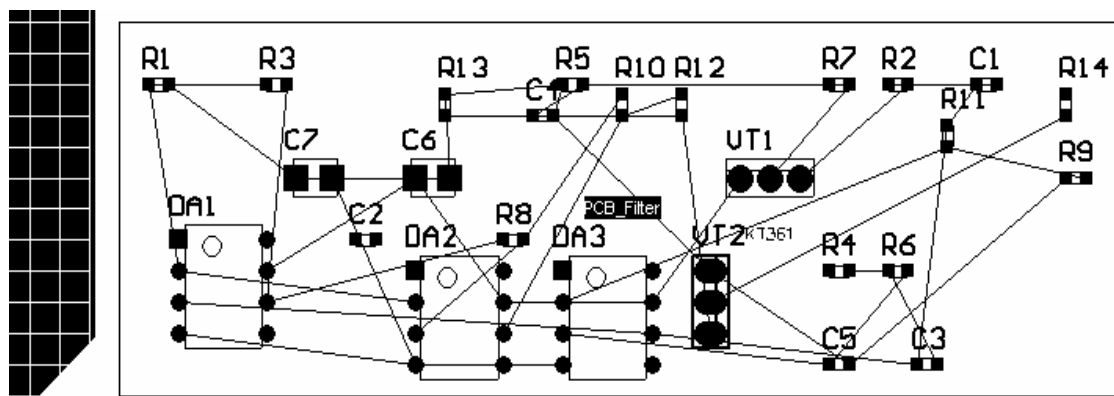

Рис. 6.2
3. Щелчком на кнопке Execute Changes запустить обработку изменений. Результат обработки передается в среду графического редактора печатной платы. При этом откроется файл платы нашего активного проекта, и в окне графического редактора печатной платы, рядом с заготовленным ранее контуром платы отобразятся ТПМ компонентов, связанные ниточками электрических связей (рис. 6.2). По умолчанию программа заключает компоненты и связи проекта в прямоугольную область Room – “комнату”. Вся эта область вместе с заключенными в ней компонентами при указании на нее курсором и нажатии левой клавиши мыши перемещается за курсором по экрану графического редактора, в том числе она может быть помещена в пределы контура печатной платы.